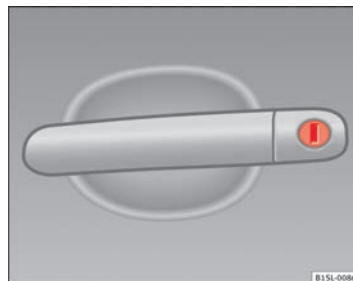

Fig. 132 Manilla de la puerta del conductor con bombín de cierre.
- Introduzca el paletón en el bombín de cierre y desbloquee o bloquee el vehículo ⇒ fig. 132.